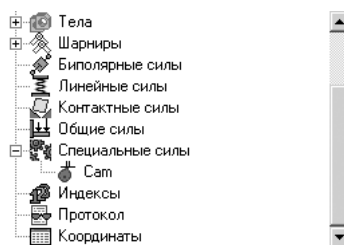

Рис. 2.11. Раскрытый пункт **Специальные силы** в **Дереве элементов** сборки **Кулачок – Клапан**
- щелкните в **Списке элементов** по знаку перед пунктом **Специальные силы**. Раскроется пункт **Специальные силы**, включающий только одну силу под именем **Sam**. Это сила воздействия кулачка распределительного вала на клапан, см. рис. 2.11.